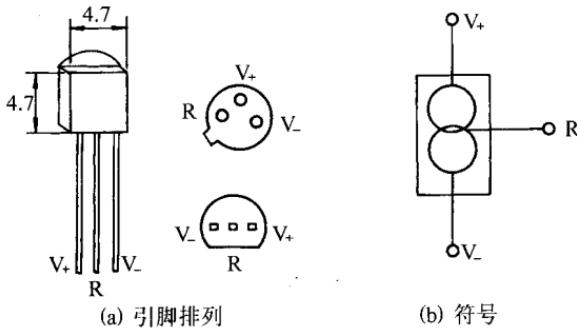

图1-4 SL134M型集成温度传感器
(1) 外部结构。国产SL134M型(国外LM134型)集成温度传感器是一种电流型三端器件，有塑封和金属封装2种，其引脚排列和符号如图1-4所示。